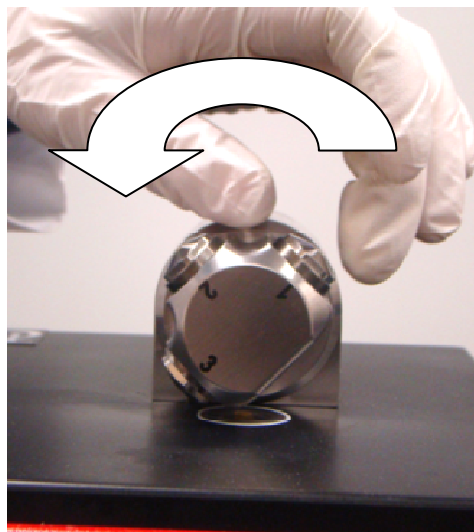

Figura 15. Rotación del DialPath para que el visor óptico del accesorios mire hacia abajo
En el modo análisis de muestra, el DialPath se gira de forma tal que el visor óptico del accesorio apunte hacia abajo hacia el área de montaje de la muestra del FTIR serie 4500 con DialPath. En esta posición, la energía infrarroja pasa a través de la muestra y posibilita la medición. Asegúrese de girar el brazo del DialPath completamente alrededor hasta que llegue a la posición de bloqueo y quede enganchado en esa posición. Esta posición de bloqueo mantiene al accesorio fijo durante el análisis de la muestra (consulte la Figura 15).
- 4 Cierre el dispositivo, para ello gire el brazo hacia la derecha hasta que encaje en su lugar (consulte la Figura 15).